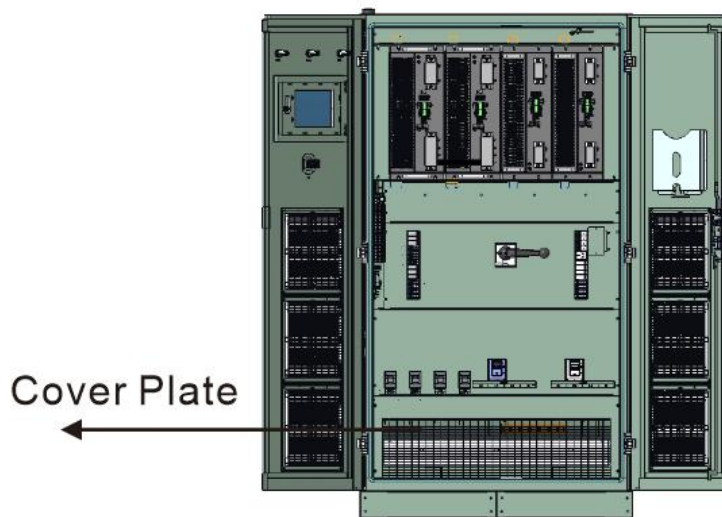

图5-4 机柜前门盖板
1) 如需要对交流输入或交流输出、电池输入或光伏输入接线或者维护需要拆掉如图5-4中显示的盖板。